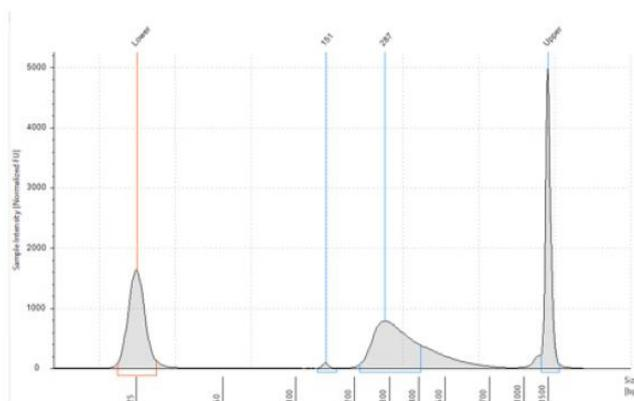

図 10 D1000 ScreenTape で解析した最終 mRNA ライブラリ
17. 泳動終了後、エレクトロフェログラムで期待される DNA フラグメントサイズのピークが得られているか確認します(表 60 のガイドラインを参照ください)。エレクトロフェログラム例は図 10 に示されています。
目的とされるピーク以外に低分子領域にピークが生じている場合、アダプターダイマーの存在が示唆されます。図 10 と同程度に占められている割合が低い場合は、シーケンシングの工程に進むことができます。その他については 117 ページのトラブルシューティングガイドを参照ください。